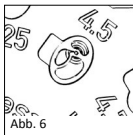

Abb. 6
■ **Abb. 6** Der Stempel der Prothese muss an der Basis der Vertiefung aufsitzen und die Kopfplatte muss ganz in der dafür vorgesehenen Aussparung sitzen, so dass die obere Fläche der Kopfplatte mit der Oberfläche der Sizer Disk abschließt.